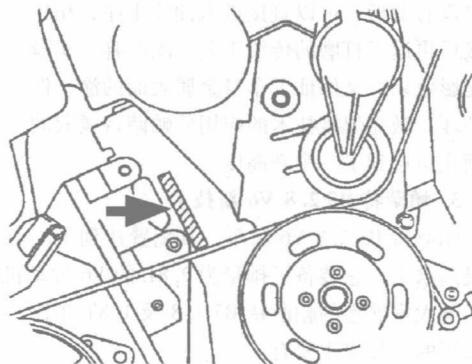
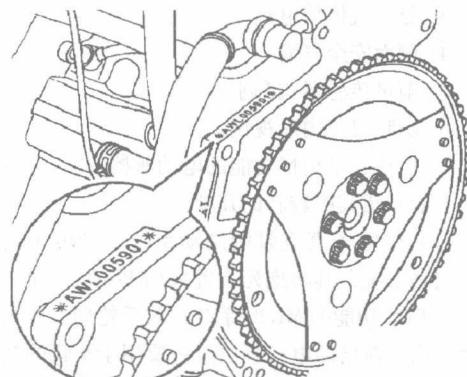

图 2-1 发动机代码位置(ANQ)
图 2-2 发动机代码位置(AWL)
1.8T	①	1.8L 四缸 ⑤ /AWL ②	Motronic SFI ③	DIS ⑥
- ① 车身代码由汽车识别码第 7 和 8 位表示，参见“2.2.2 汽车识别码(VIN)定义”。
- ② 发动机代码和发动机系列号位于气缸体上，参见图 2-1、图 2-2。
- ③ 顺序多点燃油喷射。
- ④ 只有一个点火线圈。
- ⑤ 涡轮增压发动机。
- ⑥ 每个火花塞上安装有一个点火线圈。
发动机代码和发动机系列号可以在传动带盖、气门室盖、行李箱内的汽车标识牌上，或在发动机室罩下的汽车数据牌上查到，参见图 2-1、图 2-2。